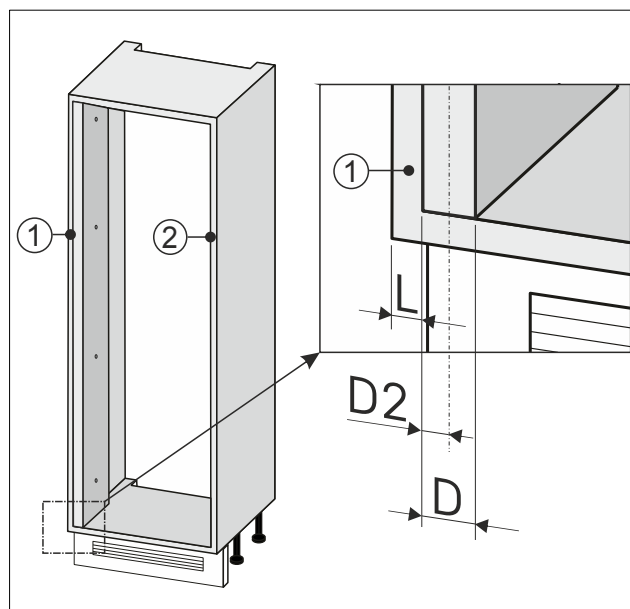

Fig. 89
- Annotare la metà della larghezza Fig. 89 (D2) dell'elemento di compensazione a parete.